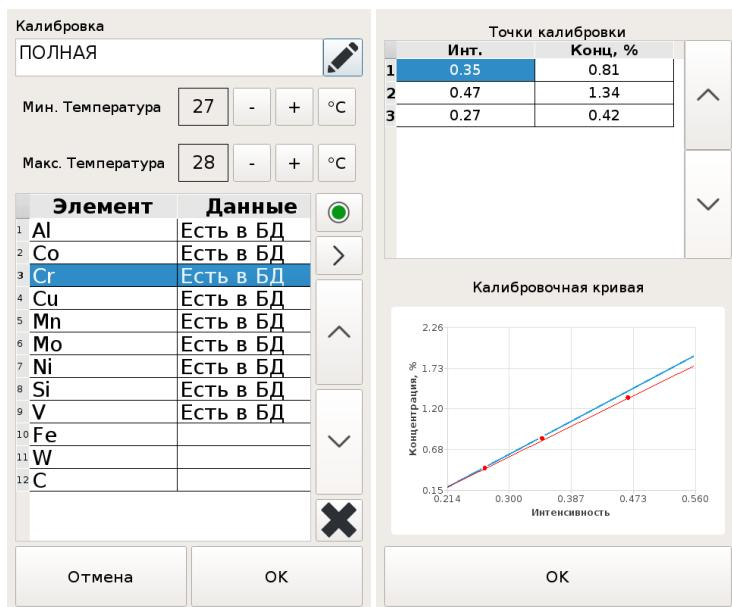

Рисунок 27 Изменение и просмотр параметров калибровки
- 4.6.10.5. Если для химического элемента уже существуют калибровочные данные, в строке элемента содержится запись «Есть в БД». Точки калибровки и калибровочную кривую можно посмотреть, нажав на кнопку (Рисунок 27). Для выхода из окна просмотра калибровочной кривой нажмите OK.